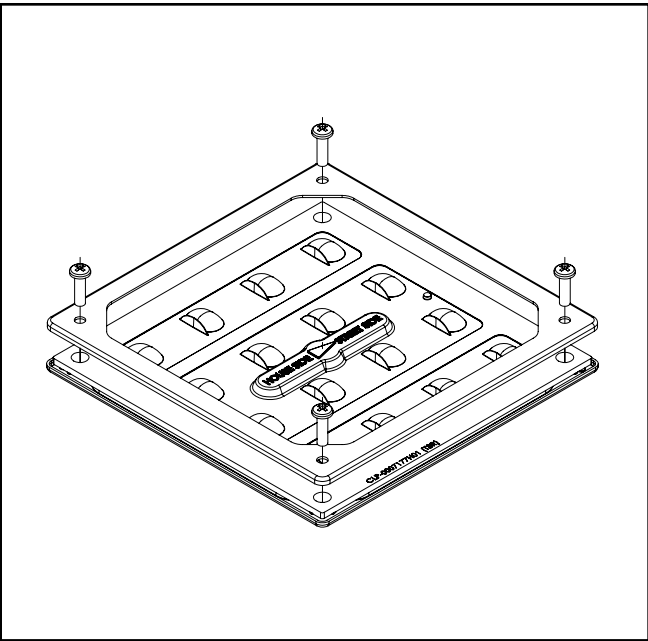

Figura 1.
3. Sosteniendo la placa de moldura o la pantalla (si corresponde) en su lugar, asegure el conjunto al dissipador de calor con los cuatro tornillos (Figura 1).